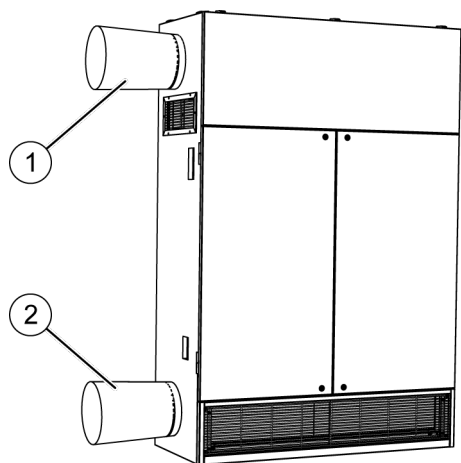

Abb. 112: Luftkanäle
2. ➔ Luftkanäle (Abb. 112/1 und 2) der Zu- und Abluft auf Beschädigungen prüfen.